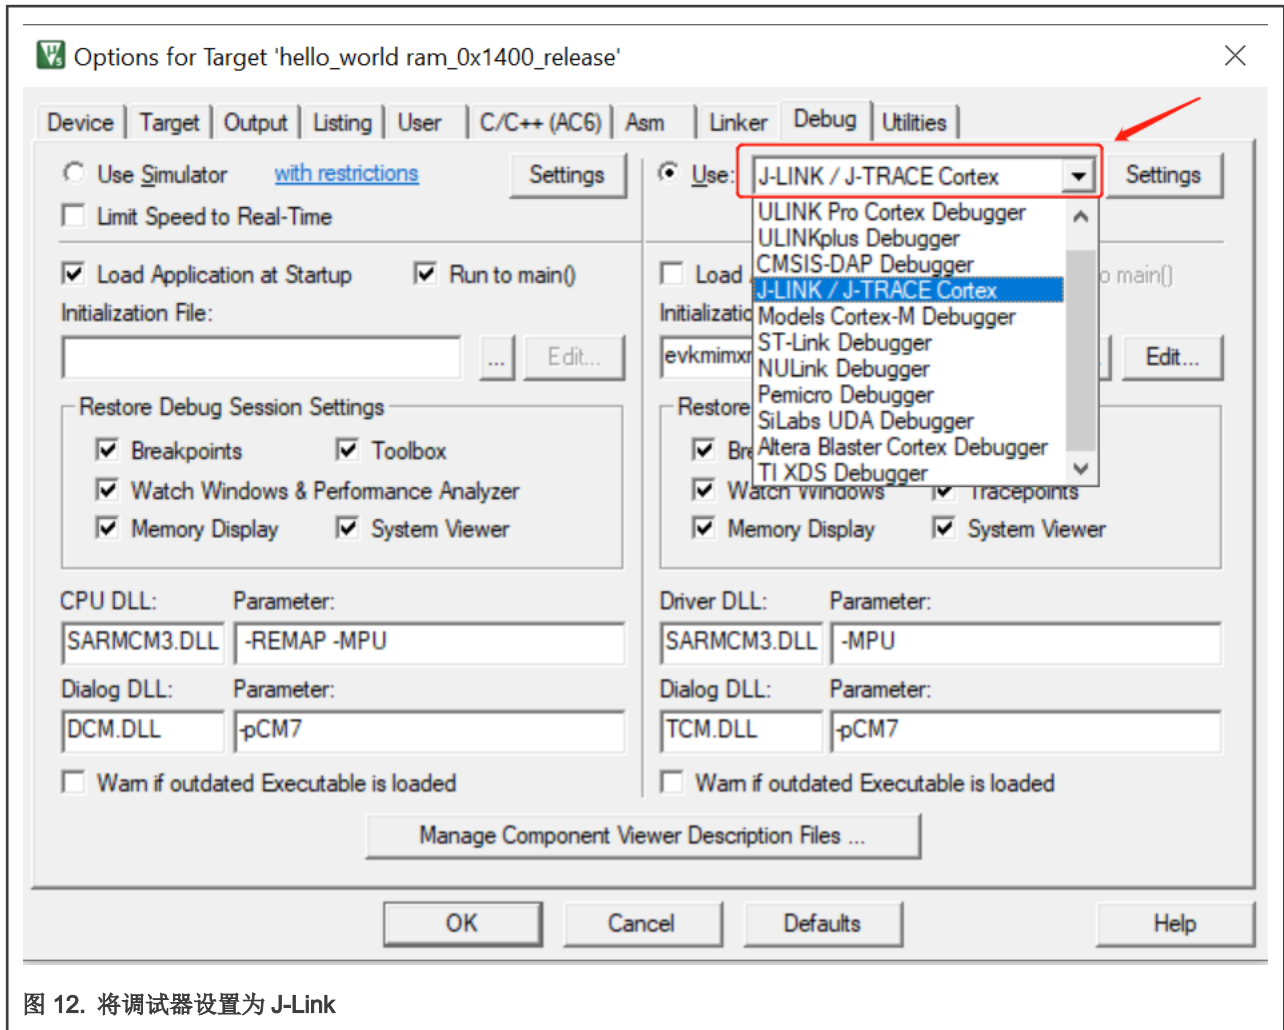

图 12. 将调试器设置为 J-Link
3. 在 **Debug** 菜单中，将调试器设置为 **J-Link/J-TRACE Cortex**，如图 12 所示。